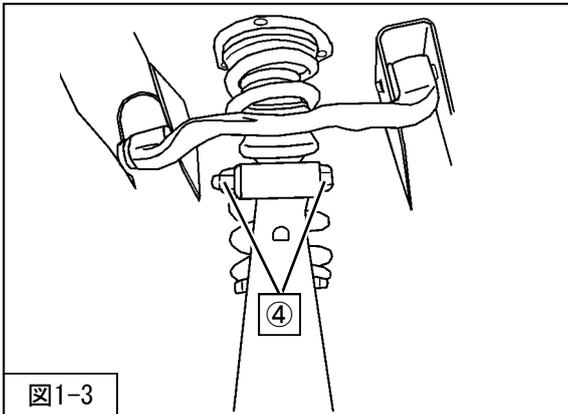

図1-3
5. ④アッパーリンク取付ボルト・ナットを取外してください。(図1-3)